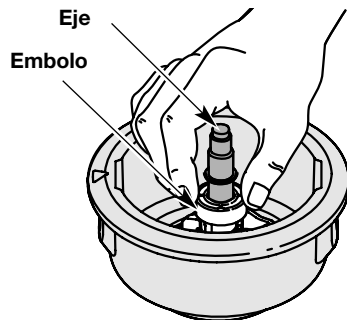

Fig. 25
- Limpie el eje y la superficie interior de la bobina exterior. Para limpiar el eje debajo del émbolo, empuje el émbolo hacia abajo (Fig. 25). Saque toda la suciedad o residuos del eje.